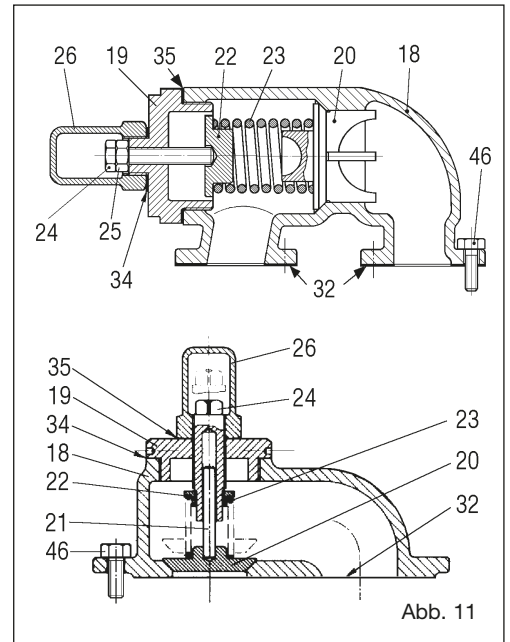

Abb. 11
### 10.5 Einstellung des Sicherheitsventils (Bypass) (Abb. 11).
- ❑ Die Baugruppe Abdeckung-Losrad (04-03) vorsichtig vom Pumpenkörper trennen (01).
- ❑ Falls die Pumpe mit einem auf der Abdeckung montierten Sicherheitsventil ausgestattet ist (siehe Abb. 11), so muss es nicht entfernt werden. Falls auch das Ventil gewartet werden muss, die Schrauben (46) lösen, das Ventil entfernen und dabei darauf achten, dass die Dichtung/en (32) nicht beschädigt werden. Anderenfalls müssen sie ersetzt werden.